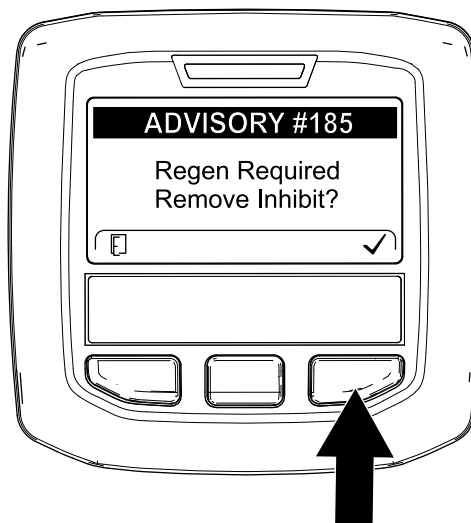

Figura 62
**Nota:** Se INHIBIT REGEN è impostata su ACCENSIONE, l'InfoCenter visualizza ADVISORY #185 (Figura 62). Premete il pulsante 3 per impostare l'inibizione della rigenerazione su SPEGNIMENTO e procedere con la rigenerazione di ripristino.